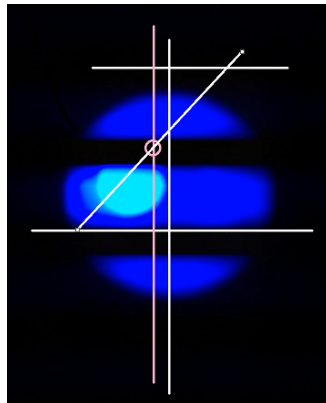

Figure 8:
- (2) 在偵測圓的時候, 會被淺藍色光源所影響 Fig.8, 導致找到錯誤的圓心, 進而誤判圓的位置造成錯誤輸出。